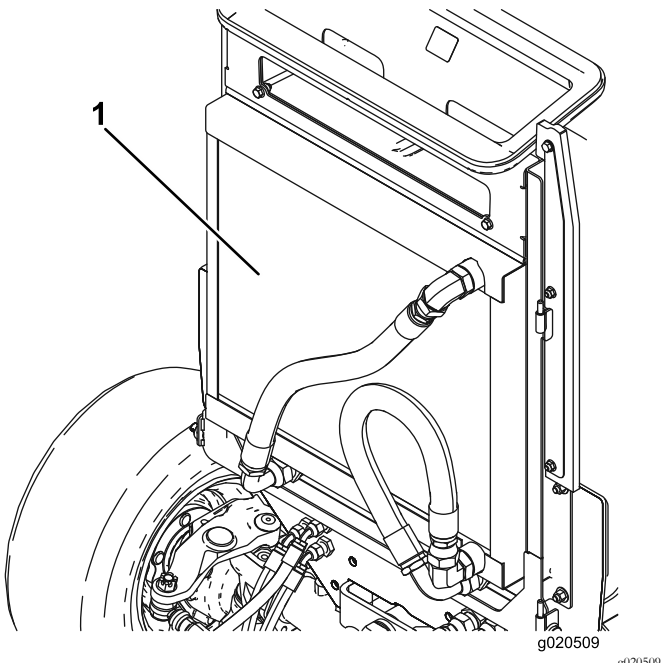

图63
3. 用压缩空气彻底清洁油冷却器和散热器图63两侧。从前面开始将杂物向背面吹出。然后从背面清洁再向前面吹。重复此程序数次直至所有草屑和杂物都被清除。